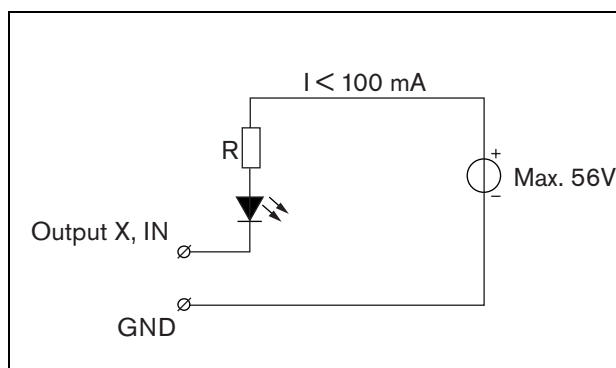

Abb. 21.10: Extern versorgte LED
- Lampe mit externer Stromversorgung oder LED. Siehe Abb. 21.10 für ein Anschlussschaltbild.
Der Wert des Widerstands R in Abb. 21.10 hängt von der Spannung der externen Quelle, der Durchlassspannung der LED und dem Strom ab, der durch die LED fließt: